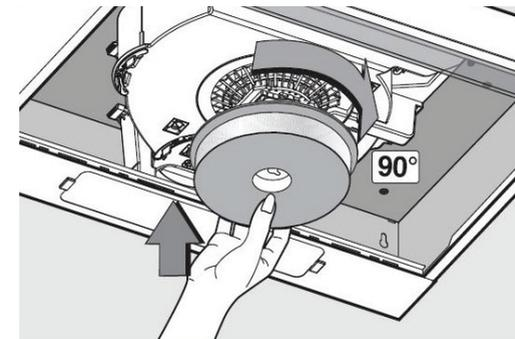

Figure 2
3. Positionnez le filtre à charbon sur le groupe moteur et tournez-le d'un quart de tour comme indiqué sur la figure 2 ci-dessous pour le fixer.